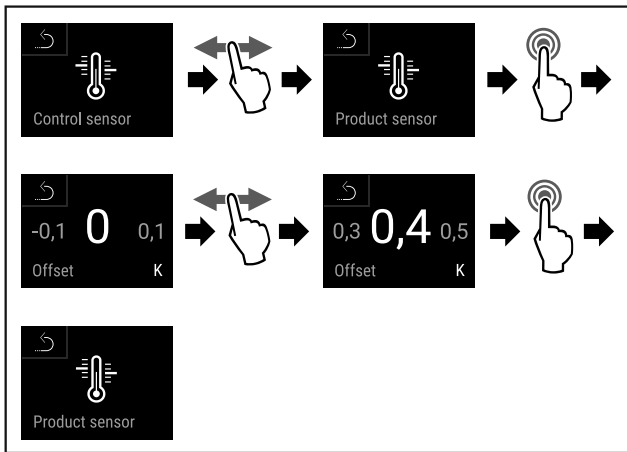

Fig. 138
- ▶ Efectuați pașii de acțiune (vezi Fig. 138).